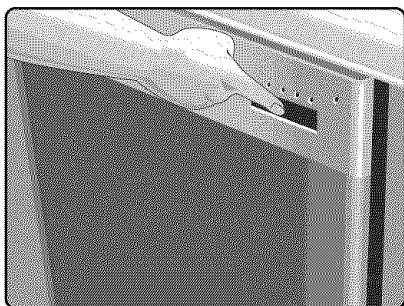
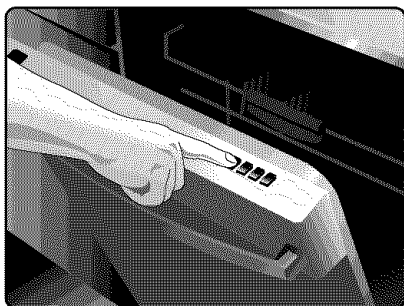

Figure 27/Ilus. 27
Figure 28/Ilus. 28
- 1) Front Control, with buttons on the front of the dishwasher door, as shown in Figure 27, and
- 2) Top Control, with the buttons on the top edge of the dishwasher door, as shown in Figure 28.
Même s'il y a plusieurs modèles de lave-vaisselle Bosch, il y a deux types de base : 1) commandes avant, avec les touches ou le cadran sur le devant de la porte, comme à la figure 27 et 2) commandes supérieures avec les touches sur le dessus de la porte, c à la figure 28.
Aunque Bosch ofrece muchos modelos diferentes de lavadoras de platos, hay solamente dos tipos básicos clasificados según el sitio de los botones de control: 1) Control Delantero, con botones en la cara delantera de la puerta de la lavadora de platos, tal como muestra la Ilustración 27, y 2) Control Superior, con los botones en la orilla superior de la puerta de la lavadora de platos, tal como muestra la Ilustración 28.